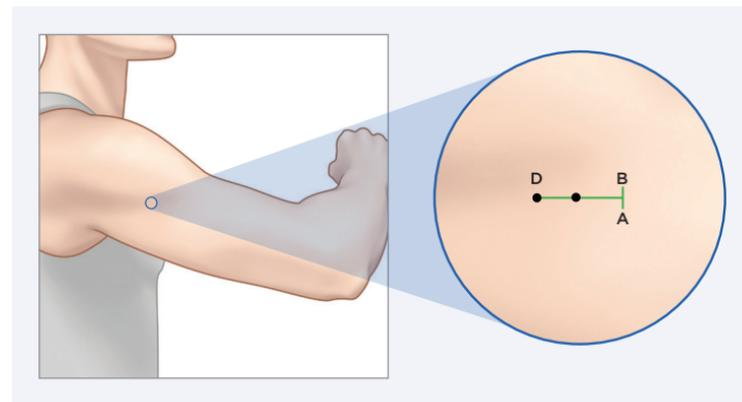

Figure 1
Une anesthésie locale (environ 2 mL de lidocaïne) doit être injectée le long de l'incision planifiée (le long de l'axe AB) et perpendiculairement à l'incision planifiée (le long de l'axe CD), qui est la trajectoire prévue de l'outil de dissection. (Figure 1).
Incisez du point B (Figure 1) au point A sur 5 mm.
2. Enlevez le dissecteur émoussé du plateau et introduisez-le à un angle de 45° environ sur la ligne médiane entre A et B (figures 1 et 2), de manière à ce que l'extrémité et la portion biseautée du dissecteur soient sous la peau, jusqu'à ce que les butées de contrôle de la profondeur touchent la peau.